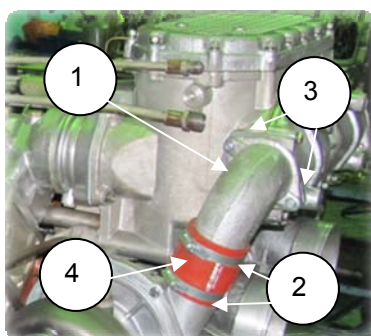

Рис. 2.16
1. Ослабить 2 червячных хомута (2) на рукаве (4) (рис. 2.16);
2. Отвернуть 2 болта М8 (3) (S=12) крепления патрубка (рис. 2.16);
3. Снять патрубок охладителя подводящий (1) (рис. 2.16);